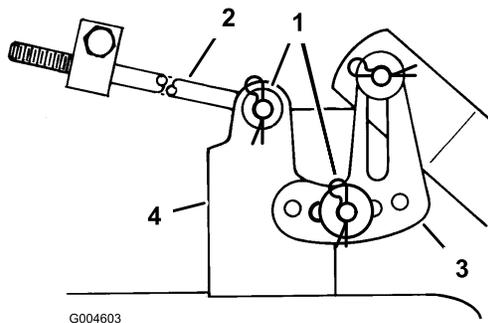

Bild 42
- Entfernen Sie den Splint und die Scheibe vom Ende der langen Stange (Bild 42). Schieben Sie die Stange aus der Mähwerkhalterung heraus. Wiederholen Sie diesen Schritt an der anderen Mähwerkseite.
13. Schieben Sie das Ende der langen Stange durch das Loch in der Mähwerkbefestigung (Bild 42).
15. Montieren Sie die geschlitzte Mähwerknivellierhalterung am Stift am Schnitthöhenarm (Bild 42).